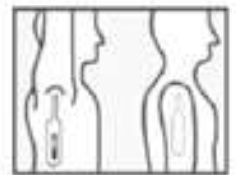

Abb. 4
**Axilläre Messung:** Wischen Sie die Achsel mit einem trockenen Tuch ab. Platzieren Sie die Sonde in der Achsel des Patienten (Abb. 4) und halten Sie den Arm des Patienten fest am Körper. Die benötigte Zeit für eine genaue axilläre Messung kann 12 Sekunden oder länger betragen, abhängig von der Platzierung der Sonde und dem Anpressen des Arms am Körper.